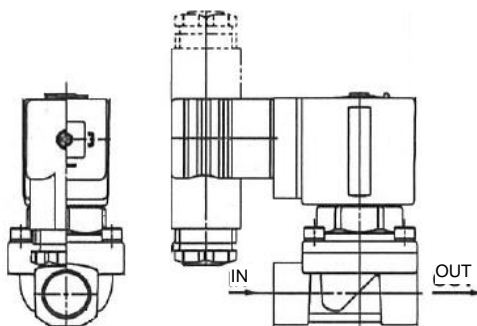

Figura 6. VXED2130 con terminal DIN
- Las conexiones internas son las que se muestran en la Figura 6. Realice las conexiones a la fuente de alimentación en consecuencia.